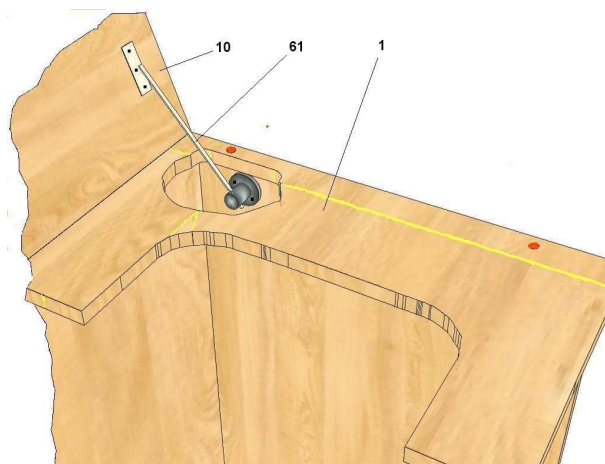

Рис.5
4. Установить по разметке нижнюю часть ограничителя **61** на правую стенку **6** и закрепить саморезами 3,5x16 (2 шт.) (см.рис.5);
10. Выдвинуть тягу ограничителя **61** через овальный паз основной крышки **1**, установить верхнюю часть ограничителя на правую откидную крышку **10** и закрепить саморезами 3,5x15 (3 шт.), (см.рис.5);